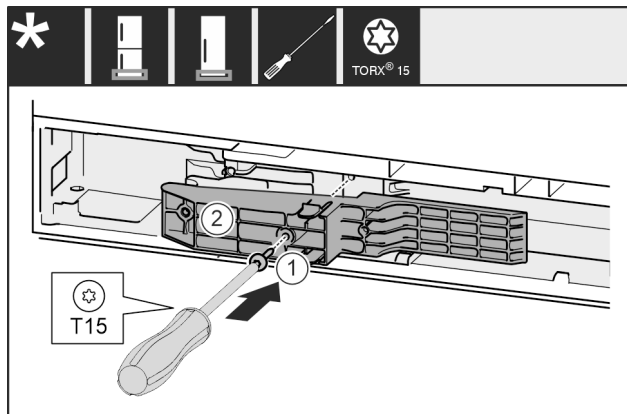

Fig. 67 *
- ▶ Вставьте деталь адаптера Fig. 67 (1) в выемку на стороне ручки.*
- ▶ Затяните винт Fig. 67 (2) отверткой.*